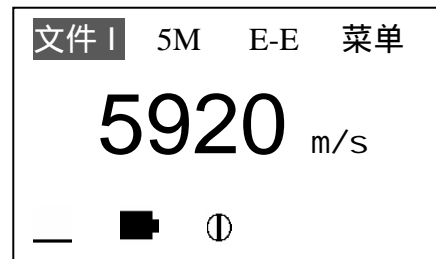

图 30
a. 用 **MODE** 键将光标移至文件，图 30：
a. 按 **MODE** 键将光标移至文件，按  $\leftarrow$  键切换选择文件，如图 30。